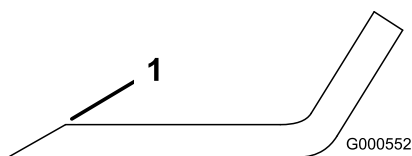

Figure 76
1. Au moyen d'une lime, aiguissez les tranchants aux deux extrémités de la lame (Figure 76).
**Remarque:** Si la lame est déséquilibrée, limez un peu l'extrémité de l'ailette seulement (Figure 76).